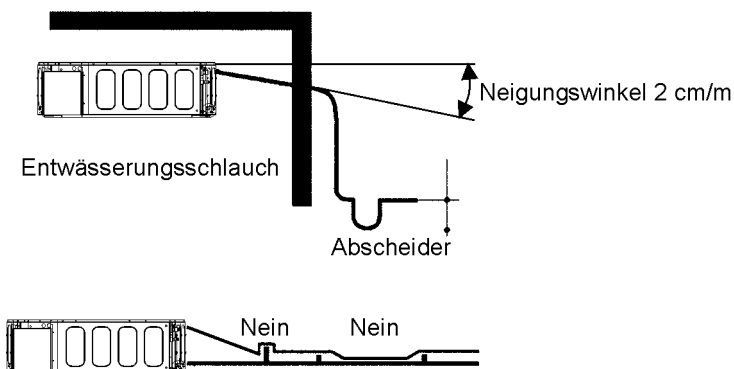

Abb. 12. Entwässerungsrohranschluß
- B. Um den Abfluß des Kondenswassers sicherzustellen, muß die Führung des Entwässerungsrohrs im voraus mit einem Gefälle von mindestens 1% geplant und darauf geachtet werden, daß keine Engpässe oder Krümmungen nach oben auftreten (siehe Abb. 12). Achten Sie darauf, in einer Höhe von mindestens 50 mm einen Siphon zu installieren, um das Eindringen unangenehmer Gerüche in den Raum zu verhindern..